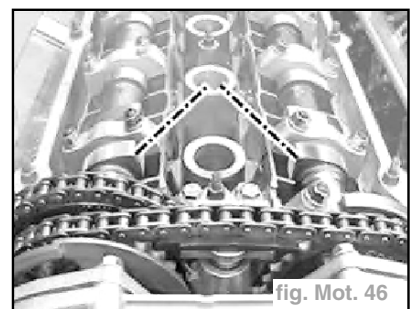

fig. Mot. 46
- Tourner le vilebrequin sur 2 tours dans le sens de rotation jusqu'à ce que les pointes des arbres à cames convergent au niveau du 1er cylindre. (fig. Mot. 46)
- Déposer l'ensemble des pièces du moteur pour arriver à l'opération. (fig. Mot. 46)
- Tourner le moteur de 2 tours dans le sens de rotation jusqu'à ce que les points des arbres à cames convergent au niveau du 1er cylindre. (fig. Mot. 46)